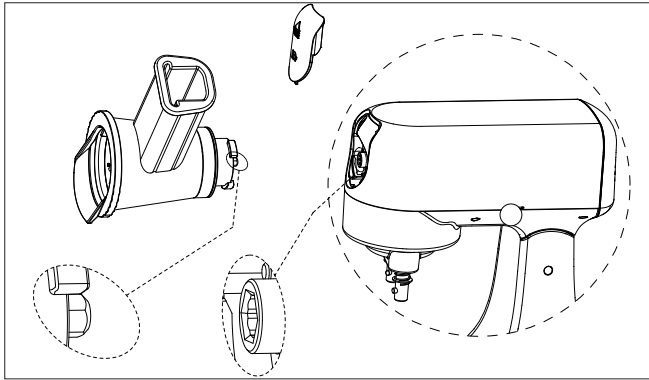

Abb. 25 – Gemüseaufsatz montieren
4. Setzen Sie den Gemüseschneider-Aufsatz mit dem Sechskantstück voran im Fleischwolfanschluss ein. Die Einfüllöffnung des Gemüseschneider-Aufsatzes zeigt hierbei nach rechts (siehe Abb. 25).